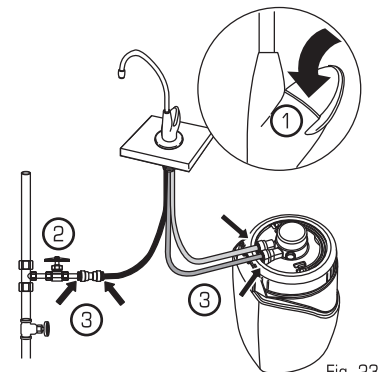

Fig. 23
7. **Abra** el grifo eSpring (1). **Abra** la válvula de cierre del suministro de agua fría para hacer que comience a correr el agua por el Sistema de tratamiento de agua con carbón (2) (Fig. 23).
8. **Cierre** la llave del grifo auxiliar eSpring e identifique si hay señales de goteras en todas las conexiones de los tubos (3) (Fig. 23). Si encuentra goteras o burbujas, consulte la sección de Reparación (pág. 7).